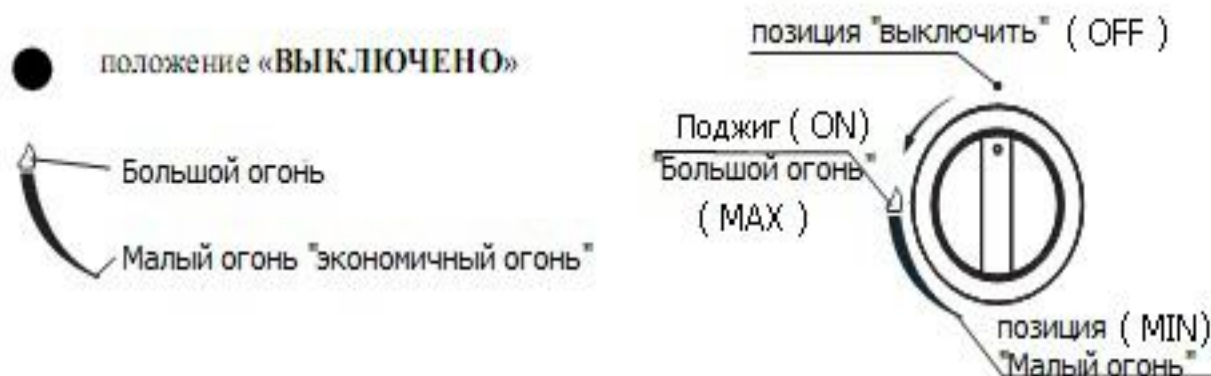

Рис.7
◆ Включение конфорки и регулировка величины пламени, осуществляется с помощью соответствующих ручек управления (рис.7).
- ◆ Повернуть ее влево против часовой стрелки в позицию «ON» (Рис.7) до щелчка, произойдет запал фитиля (Рис.8) **Вы увидите пламя, которое будет доставать до основной горелки.**
♦ Газовая горелка состоит из основной горелки 5 (Рис. 9), газового крана или ручки управления 3, крана воздушного 4 и запальника 1. Воздушный кран служит для регулировки смеси воздуха и газа в горелке. Регулируя подачу воздуха воздушным краном можно добиться оптимального горения газа и минимальный его расход. Запальник 1 предназначен для розжига основной горелки. При нажатии на ручку управления и ее вращении влево на отметку “ON” (Рис.7) происходит подача газа на запальник 1 и при помощи пьезоэлектрического элемента 2 поджиг газа в запальнике. Далее происходит подача газа в основную горелку 5 и при помощи горения запальника происходит поджиг газа в основной горелке (Рис.8). После отпускания ручки управления запальник гаснет, после чего можно регулировать интенсивность горения основной горелки от положения “MAX” до положения “MIN”. Выключить подачу газа в основную горелку можно повернув ручку управления вправо против часовой стрелки в положение “OFF” (Рис.7).